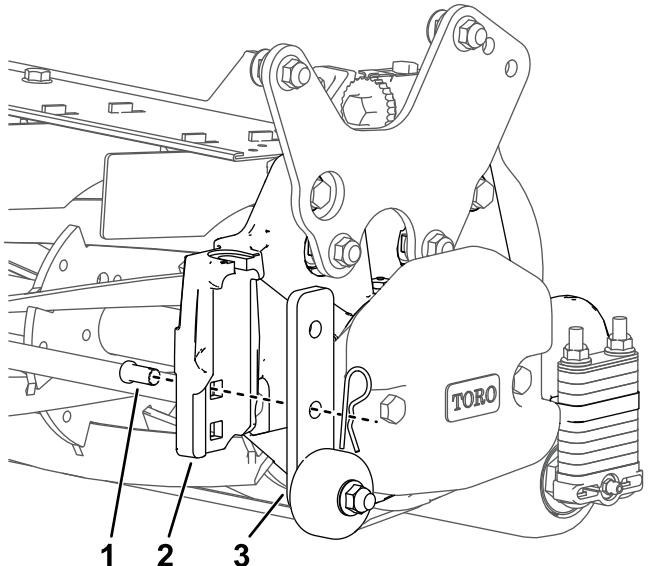

Bild 19
- Heben Sie die Halterungen der Transportrollen an, wenn das Mähwerk in die Betriebsstellung angehoben ist (Bild 19).